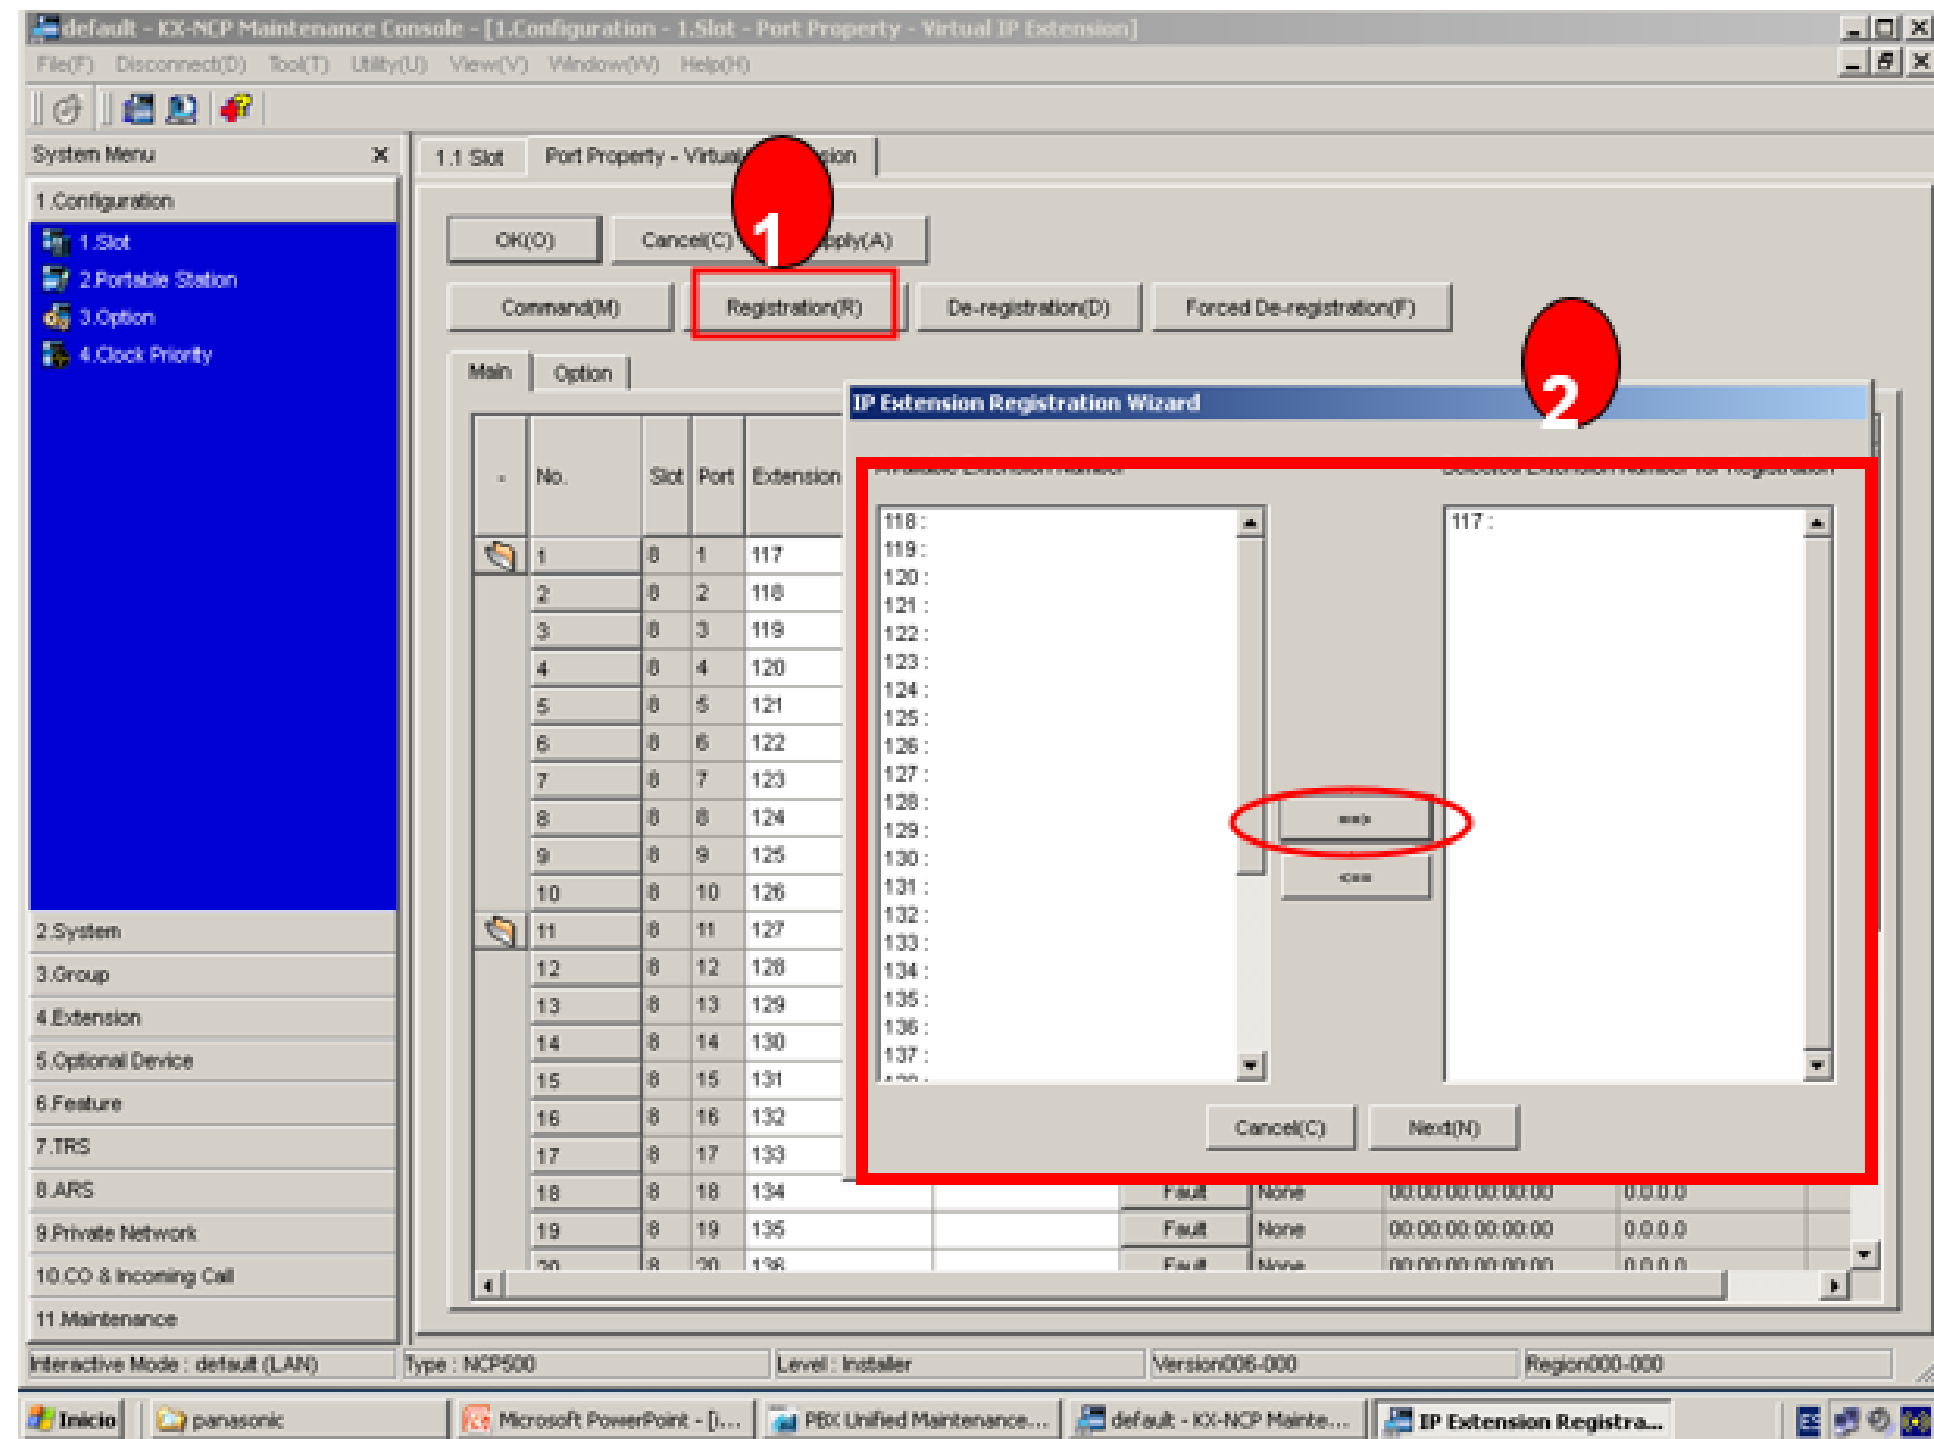

Figura 11. Asignación de anexos
- **Nota:** La cantidad de teléfonos IP Panasonic que podrán ser registrados, dependerá de la cantidad de licencias de extensiones IP Panasonic habilitadas en la PBX. Se debe disponer de licencias para teléfonos IP Panasonic. Ver Figura 11.